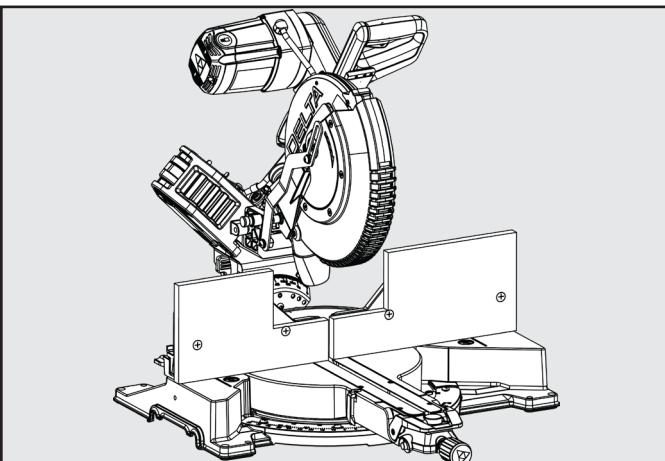

Figure 25
2. Placez le bois du guide auxiliaire contre le guide de la scie à onglets. Voir figure 25. La hauteur maximale du bois ne doit pas dépasser 6,5 po. Assurez-vous que le guide auxiliaire ne touche pas à la tête de la scie lorsqu'elle est en sa position la PLUS BASSE ainsi que lorsqu'elle est en sa position la PLUS RETIRÉE.